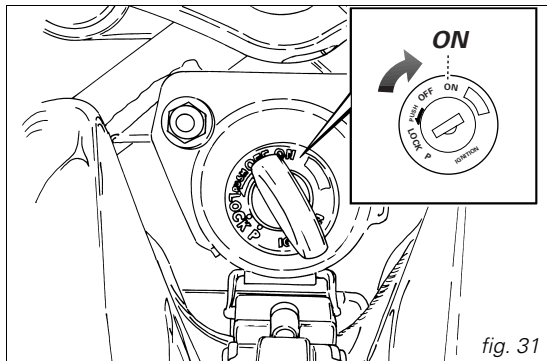

fig. 31
1) Colocar el interruptor de arranque en posición **ON** (fig. 31). Controlar que el testigo verde **N** y el rojo  ubicados en el salpicadero se encuentren encendidos.